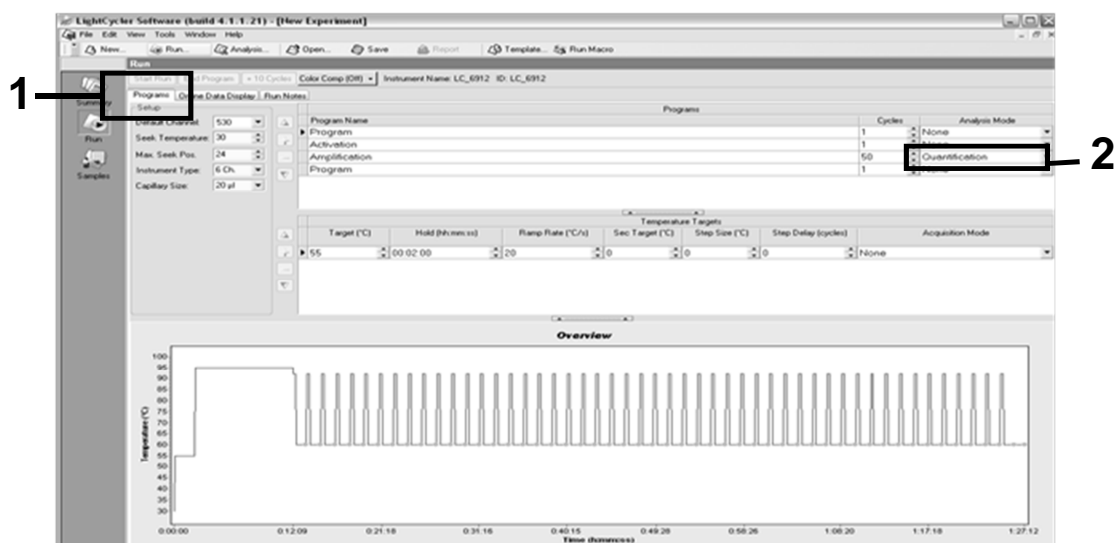

Figure 28. Écran de programmation pour LightCycler 2.0
10. Programmer le thermocycleur (figure 28) avec le programme comme indiqué dans le tableau 13.